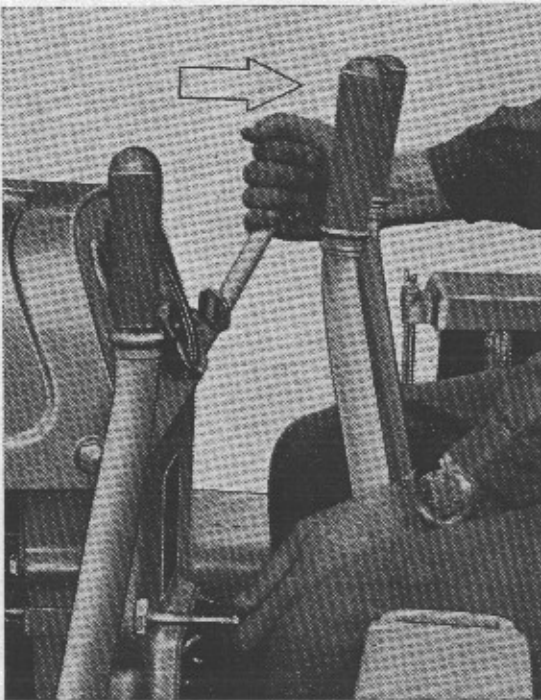

Fig. 29
- a) Ridurre la portata di gasolio al motore (posizione di regime minimo - fig. 29).